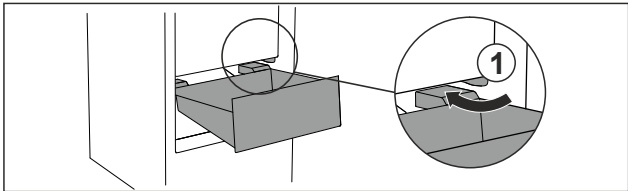

Fig. 84
- Far passare il cassetto intorno ai fermi Fig. 84 (1) inclinandolo.